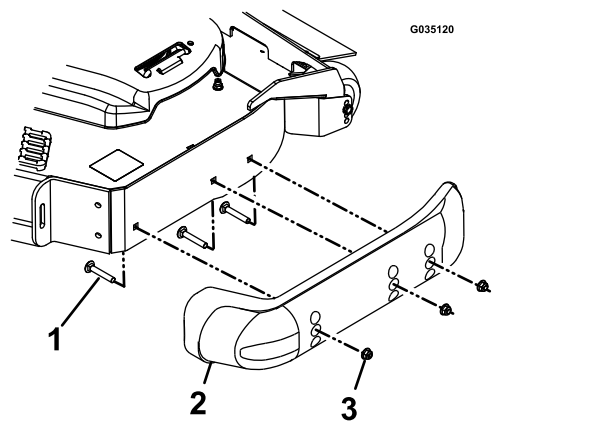

Figura 37
4. Retire los pernos y las tuercas de cada parachoques (Figura 37).